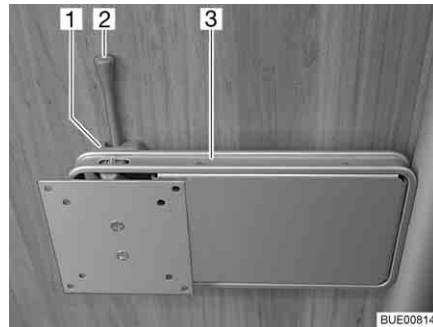

Fig. 70 Supporto su colonna
- Spingere di lato la leva di sbloccaggio (Fig. 70,2) e ruotare il supporto (Fig. 70,3) con lo schermo piatto nella posizione desiderata.
- Riportare indietro lo schermo piatto finché il supporto (Fig. 70,3) non si innesta nel bloccaggio (Fig. 70,1).